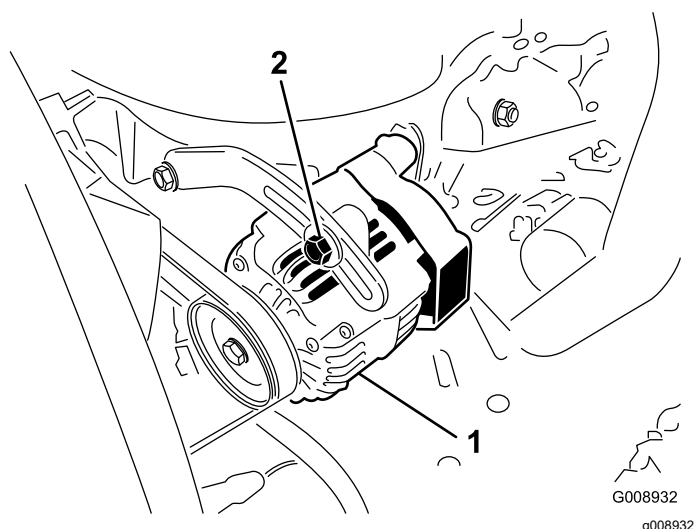

Figure 100
Vérifiez l'état et la tension des courroies (Figure 100) toutes les 100 heures de fonctionnement.
2. Si vous n'obtenez pas une flèche de 10 mm, desserrez les boulons de fixation de l'alternateur (Figure 100).